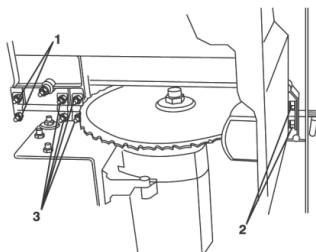

Fig. 8 – Alienación de la lámina de sierra
2. Remueva las partes móviles de la mesa y vire la máquina para el lado izquierdo, para tener acceso a los pernos/tuercas de ajuste (1, 2 y 3) conforme fig. 8;